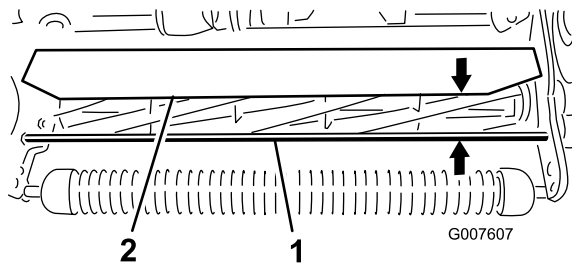

Figura 52
1. Meça a distância da parte superior da barra de apoio da frente à borda frontal do resguardo em cada extremidade da unidade de corte (Figura 52).